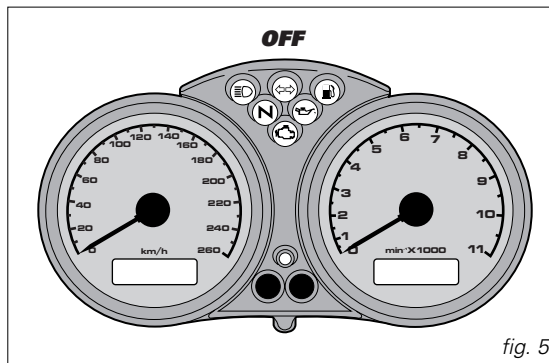

fig. 5
All'accensione (chiave da **OFF** a **ON**) il cruscotto esegue un **Check** di tutta la strumentazione (lancette, display, spie) vedi (fig. 5 e 6).
Se si preme il tasto (B) (fig. 5) entro 5 secondi con la chiave in posizione **ON**, ad ogni pressione sul detto pulsante si avrà una variazione dell'intensità luminosa del cruscotto.